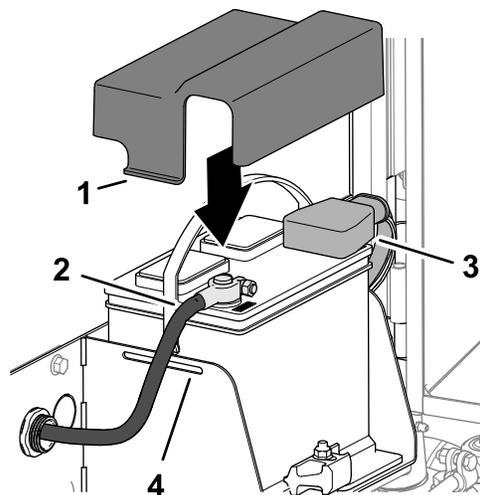

Figura 133
1. Montate il cavo positivo della batteria (rosso) sul polo positivo (+) della batteria (Figura 133).